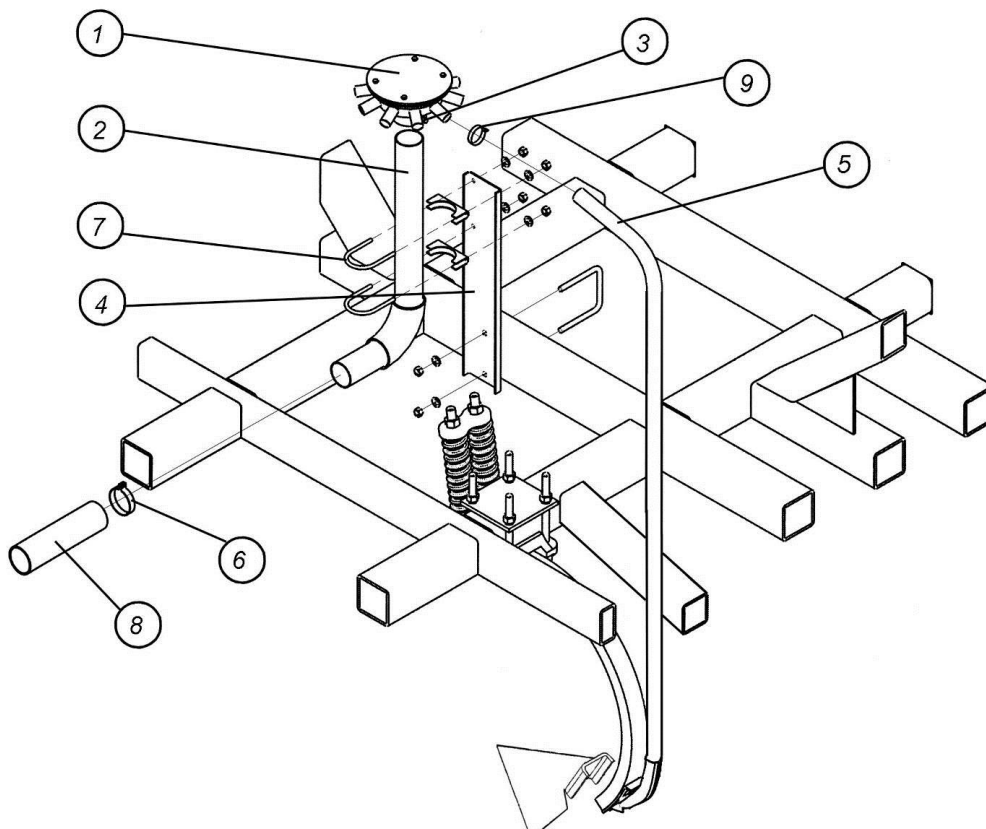

Рис. 4.9.3. Установка деталей вторичного коллектора
4.9.4. Установите распределитель 1 вторичного коллектора на трубу 2 (рис. 4.9.3), затянув болты 3 и контргайки. Повторите операцию для остальных трех коллекторов.
4.9.5. Установите стойки 4 (рис. 4.9.3) вторичных коллекторов на втором спередине ряду рамных труб. Каждый коллектор должен находиться примерно в центре группы из десяти (для ПК-6,1 и ПК-12,2), восьми (для ПК-9,7) или семи (для ПК-8,5) сошников.